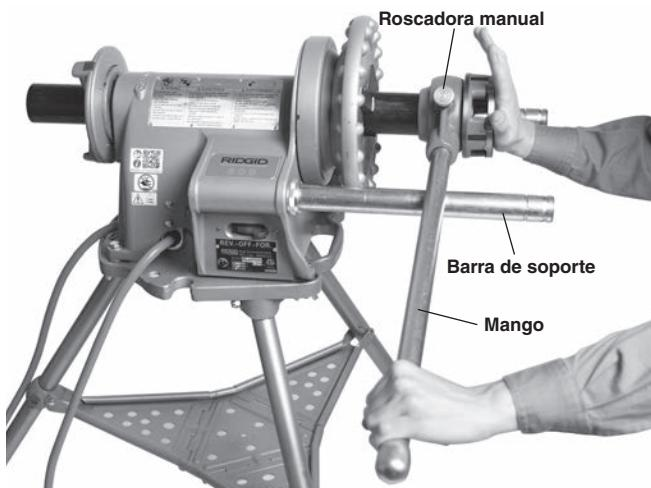

Figura 17 – La rosadora manual se empuja contra el tubo para enclavar las terrajas
Coloque el cabezal de terrajas sobre el extremo del tubo, como se muestra en la *Figura 17*. Apoye el mango de la roscadora sobre la barra de soporte que está del lado del interruptor. Agarre el extremo del mango de la roscadora con la mano izquierda. Para evitar pellizcos, no coloque la mano ni los dedos entre el mango de la roscadora y la barra de apoyo. Mantenga el mango en contacto con la barra de apoyo. Aplique aceite al extremo del tubo y las terrajas.
2. Con la palma de la mano derecha, empuje la tapa del cabezal de terrajas y sostenga el cabezal contra el extremo del tubo (*Figura 17*). Oprima el interruptor de pie. No use guantes ni joyas, ni utilice un trapo para empujar la tapa, ya que aumenta el riesgo de enganches y lesiones. Mantenga la mano apartada del tubo mientras gira. Una vez que las terrajas estén enclavadas en el tubo, se va labrando la rosca a medida que avanzan las terrajas a lo largo del extremo del tubo.